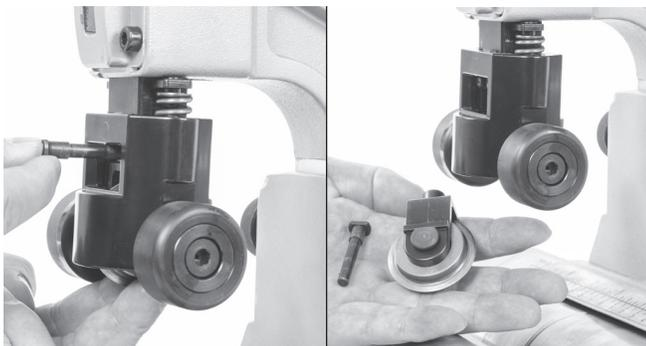

図 14 – ホイールホルダーの取り外し
1. リンクピンを取り外します。ホイールホルダーは完全に落下します (図 14)。